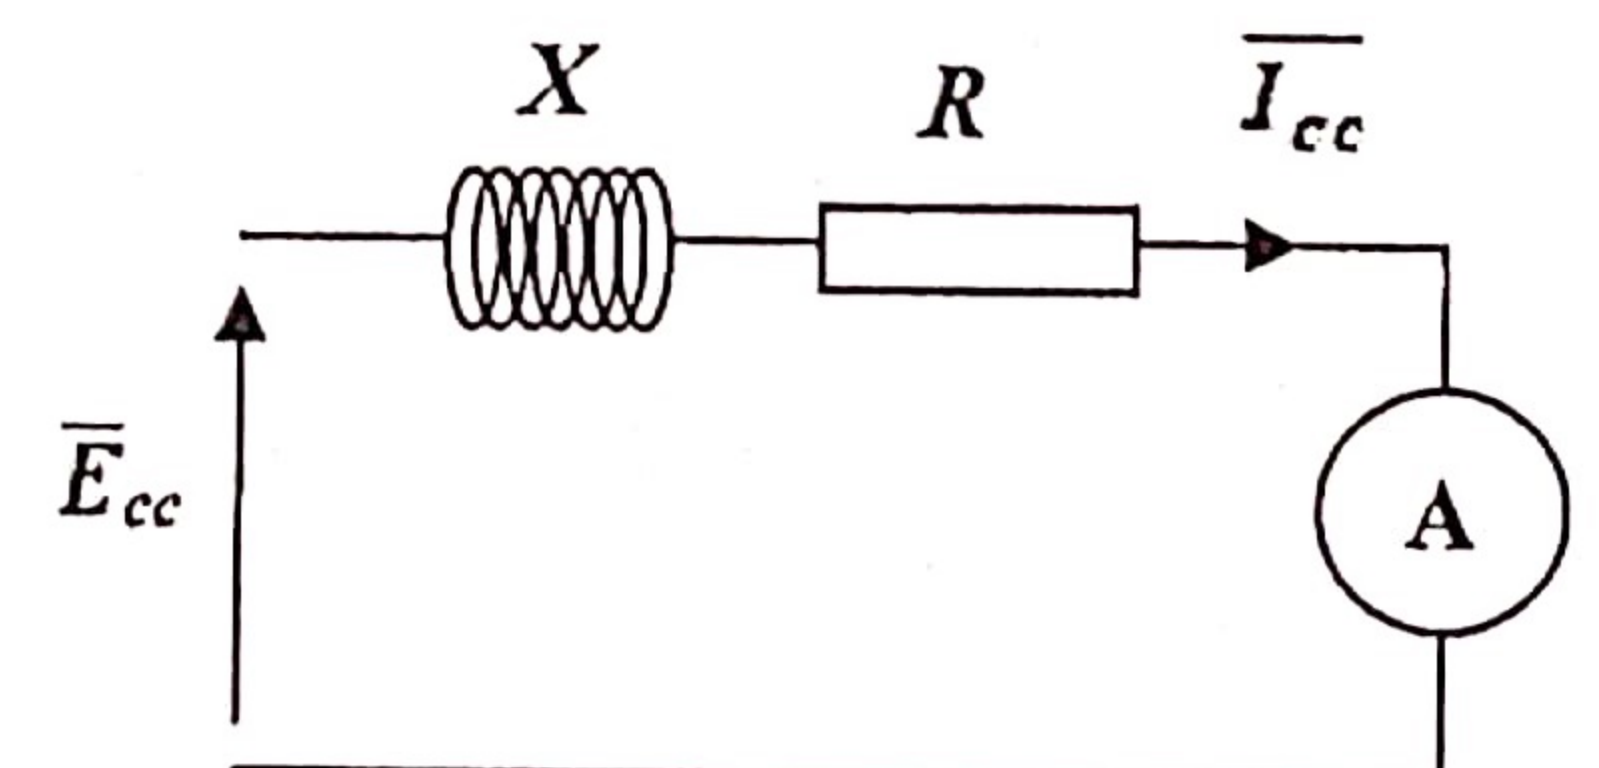

Figure. 5 : Schéma monophasé (essai en CC)
- ✓ **Relevé de la caractéristique en court-circuit** : Les trois enroulements du stator sont couplés en étoile. Le modèle équivalent d'un enroulement de l'alternateur est le suivant : figure. 5 ;